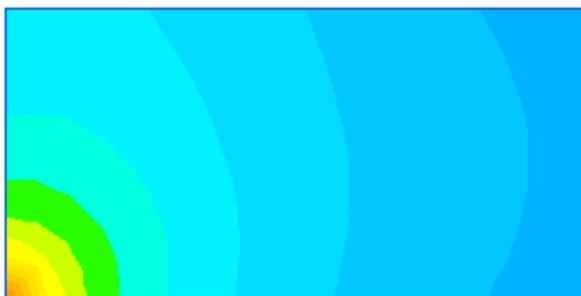

Рис. 2.8. Распределение температуры по плоскости
20. Если все было сделано правильно, то на экране появится температурное поле, показанное на рис. 2.8.